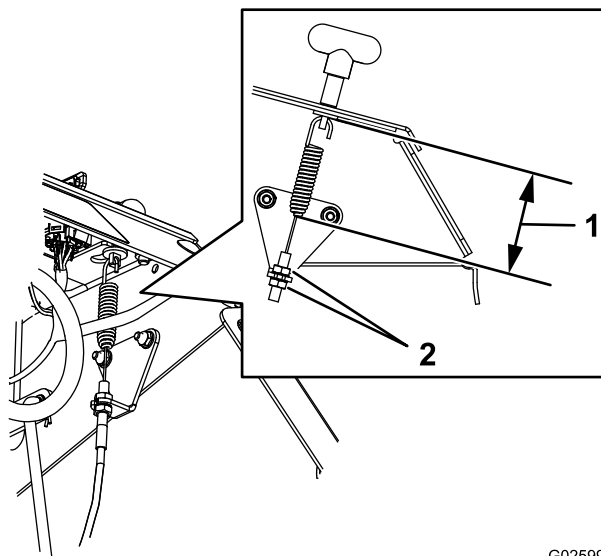

Figura 48
4. Afloje la contratuerca del cable del freno debajo de la consola (Figura 48).
5. Ponga el freno de estacionamiento (Figura 48).
6. Ajuste la posición de la contratuerca hasta obtener un espacio de 7.9 cm (3-1/8 pulgadas) desde la parte inferior del acoplamiento hasta el extremo inferior del muelle (Figura 48).
7. Apriete las contratuercas para ajustar el cable (Figura 48).